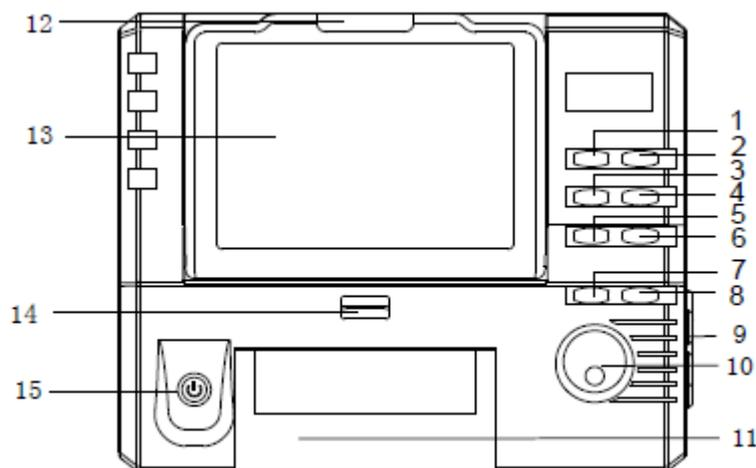

Fig. 3-1 Front View
Le panneau avant du moniteur est représenté sur la figure. 3-1. Il dispose d'une interface facile d'utilisation, et toutes les opérations sont disponibles via les boutons disposés sur le panneau avant (① ~ ⑮ sur la Fig. 3-1). Pour plus d'informations, voir le chapitre 3.3 « Fonctionnement et rôle des touches ».